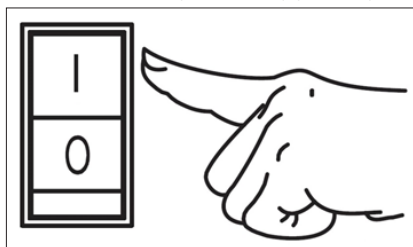

Рис. 12 Выключатель зажигания
1. Установите выключатель зажигания в положение «I» (Включено) (Рис. 12).
Для остановки двигателя установите выключатель зажигания в положение «O» (ВЫКЛЮЧЕНО) (Рис. 12).